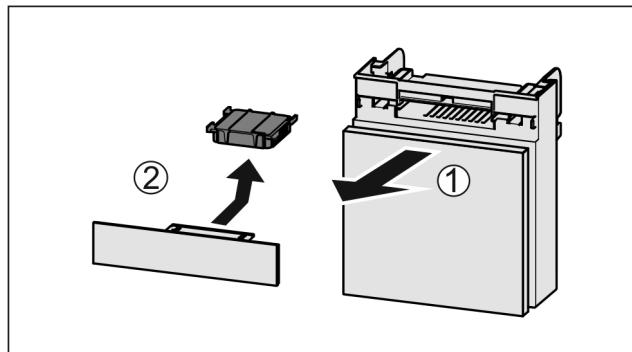

Fig. 192
- ▶ 向前拉出 Fig. 192 (1) 抽屉。
- ▶ 取出 Fig. 192 (2) 活性炭过滤器。